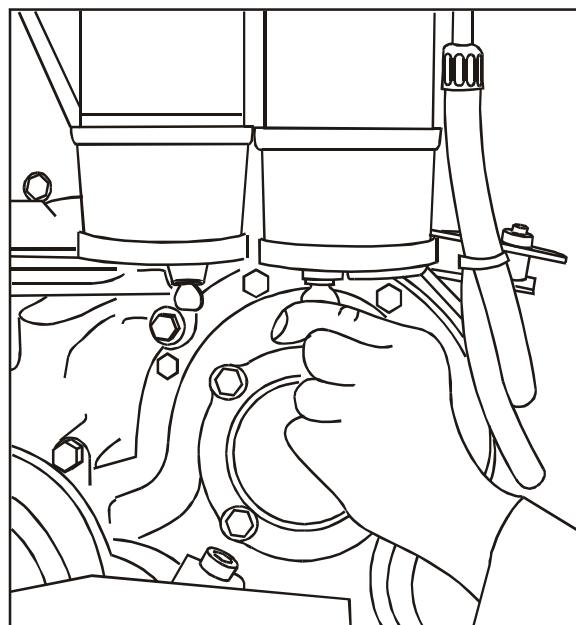

FIG 09
1. Drene os filtros, **Fig. 09.**